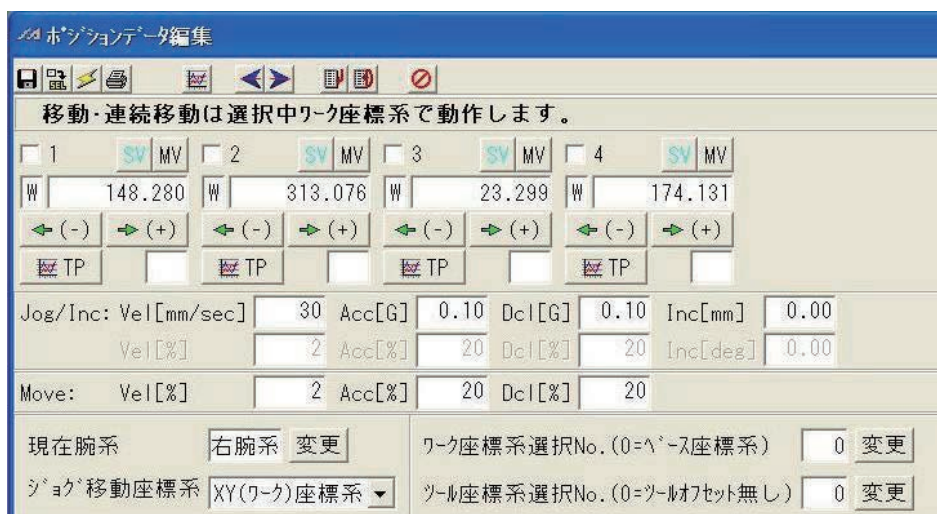

図 4-104 ポジションデータ編集画面
2. メイン画面のメニューバーから「プログラム (S)」⇒「全動作終了 (■)」を選択し、すべての SEL プログラムを終了させてください。
3. スカラロボットの場合、メイン画面のメニューバーから「ポジション (O)」⇒「編集 (E)」を選択し、ポジションデータ編集画面を開いて、ワーク座標系選択No.に実稼動時ワーク座標系を選択してください (図4-104, 4-105)。